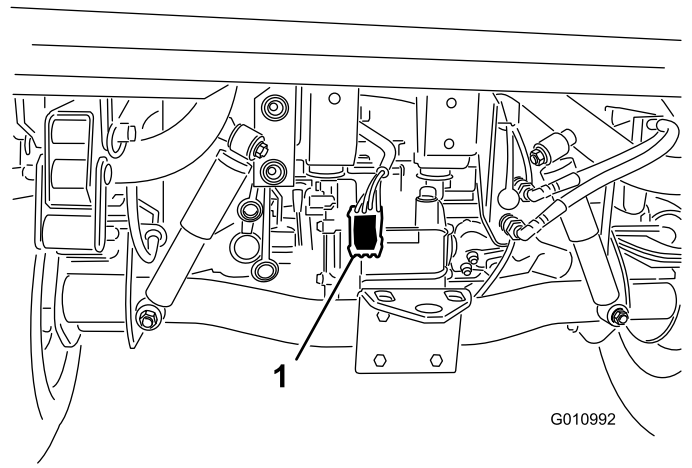

図 8
5. スーパーのパワー・ワイヤ・ハーネスを、ワークマンのメイン・ワイヤ・ハーネスに沿って車両後部へ配線する 図 8。